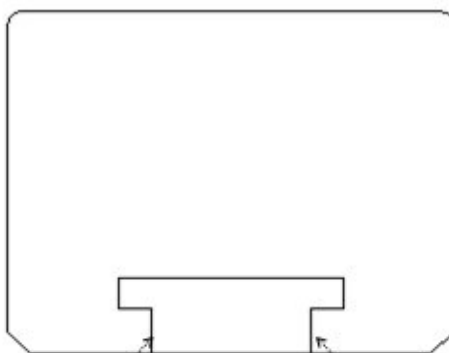

Рис. 3
3. Тем самым AutoCAD приглашает вас указать граничные объекты. Выберите с помощью мыши примыкающие к нижнему краю пластины вертикальные отрезки, образующие выемку (на рис.3 на них указывают стрелки). Чтобы создать набор из нескольких объектов, удерживайте нажатой клавишу Shift, по окончании выбора нажмите <Enter>. Программа отобразит такое приглашение:
Научимся создавать сопряжения второго вида. Для этой цели нарисуем коромысло (рис. 3):